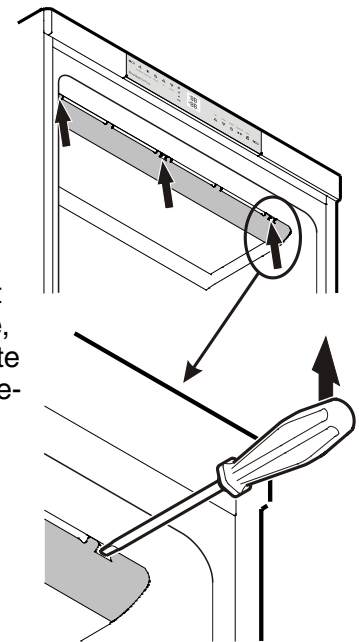

Figure 15
1. Désenclipper précautionneusement le cache à gauche, au milieu et à droite à l'aide d'un tourne-vis - **Figure 15**.